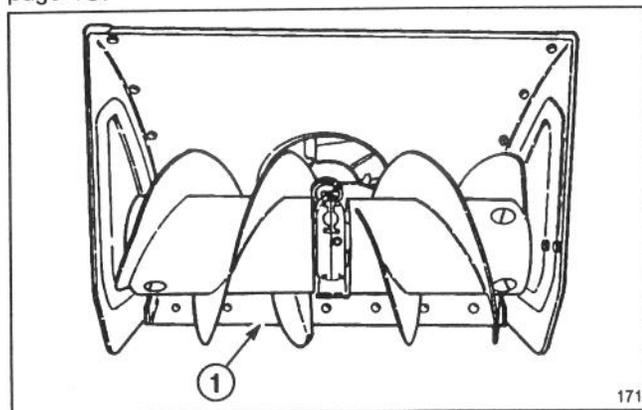

Figure 7
2. Amenez la déneigeuse sur une surface plane et vérifiez si la lame racleuse (Fig. 7) est parallèle au sol. Si elle ne l'est pas, effectuez les réglages nécessaires. Voir les instructions à cet effet, à la page 15.